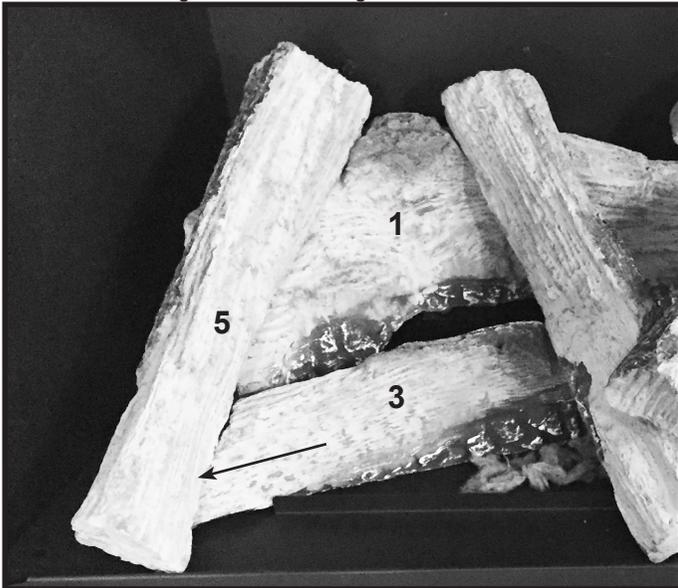

Figure 10. QUARTZ32 : Installation de la bûche supérieure gauche
8. **Modèles QUARTZ32 seulement** : Localisez et installez la bûche en haut à gauche (5). Cette bûche n'a pas de caractéristiques de « brûler » peintes sur la bûche. L'extrémité « gauche » de cette bûche reposera sur le côté « gauche » de la bûche de base avant gauche et l'extrémité « droite » reposera sur l'extrémité « gauche » de la bûche de base arrière gauche. Voir la figure 10.